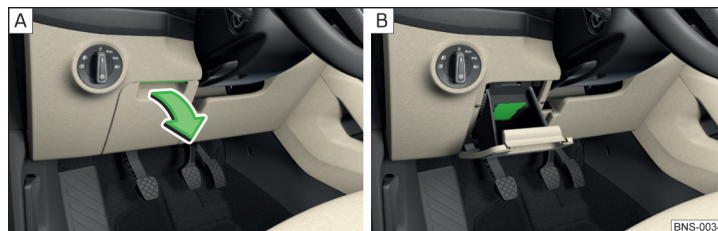

Abb. 111 Ablagefach öffnen / Kartenhalter
- Zum **Öffnen** den Griff anheben und das Fach in Pfeilrichtung aufklappen » Abb. 111 - [A].
Im Ablagefach befindet sich ein Kartenhalter » Abb. 111 - [B].